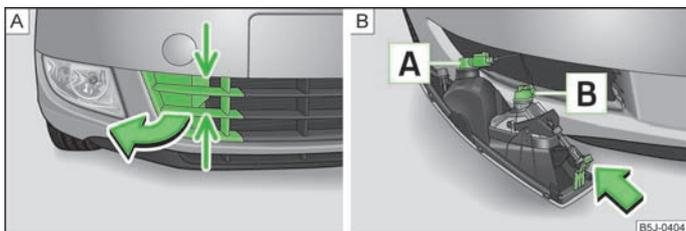

Abb. 147 Vorderer Stoßfänger: Schutzgitter / Ausbau des Nebelscheinwerfers
Glühlampenordnung » Abb. 147.
- » Das Schutzgitter an den mit Pfeilen gekennzeichneten Stellen fassen » Abb. 147 - **A**) und die Abdeckkappe herausnehmen.
- » Die Hand in die Öffnung im Schutzgitter führen und die Rastnase » Abb. 147 - **B**) in Pfeilrichtung drücken.